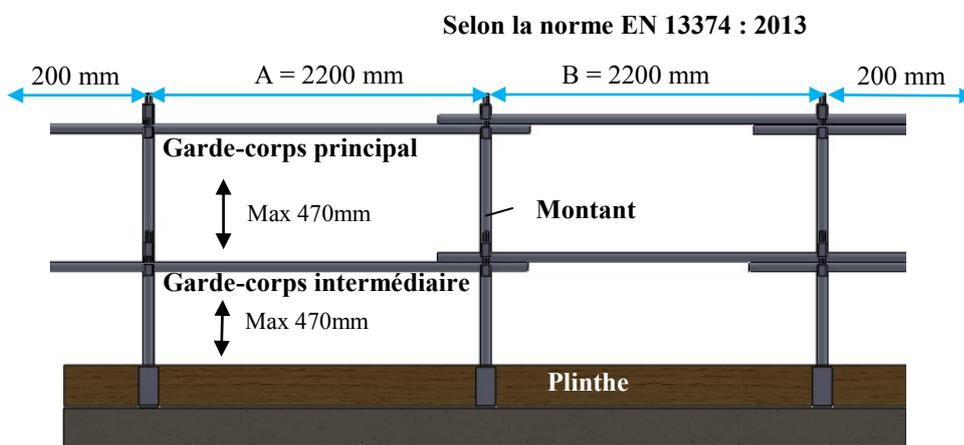

fig. 4
8. Conditions générales d'utilisation (fig. 4)
- Les matériaux doivent présenter une rigidité et une durabilité suffisantes afin de résister aux conditions normales de service. Les éléments horizontaux doivent être au moins 400 mm plus long que deux travées (200+A+B+200, voir fig. 4, page 6);